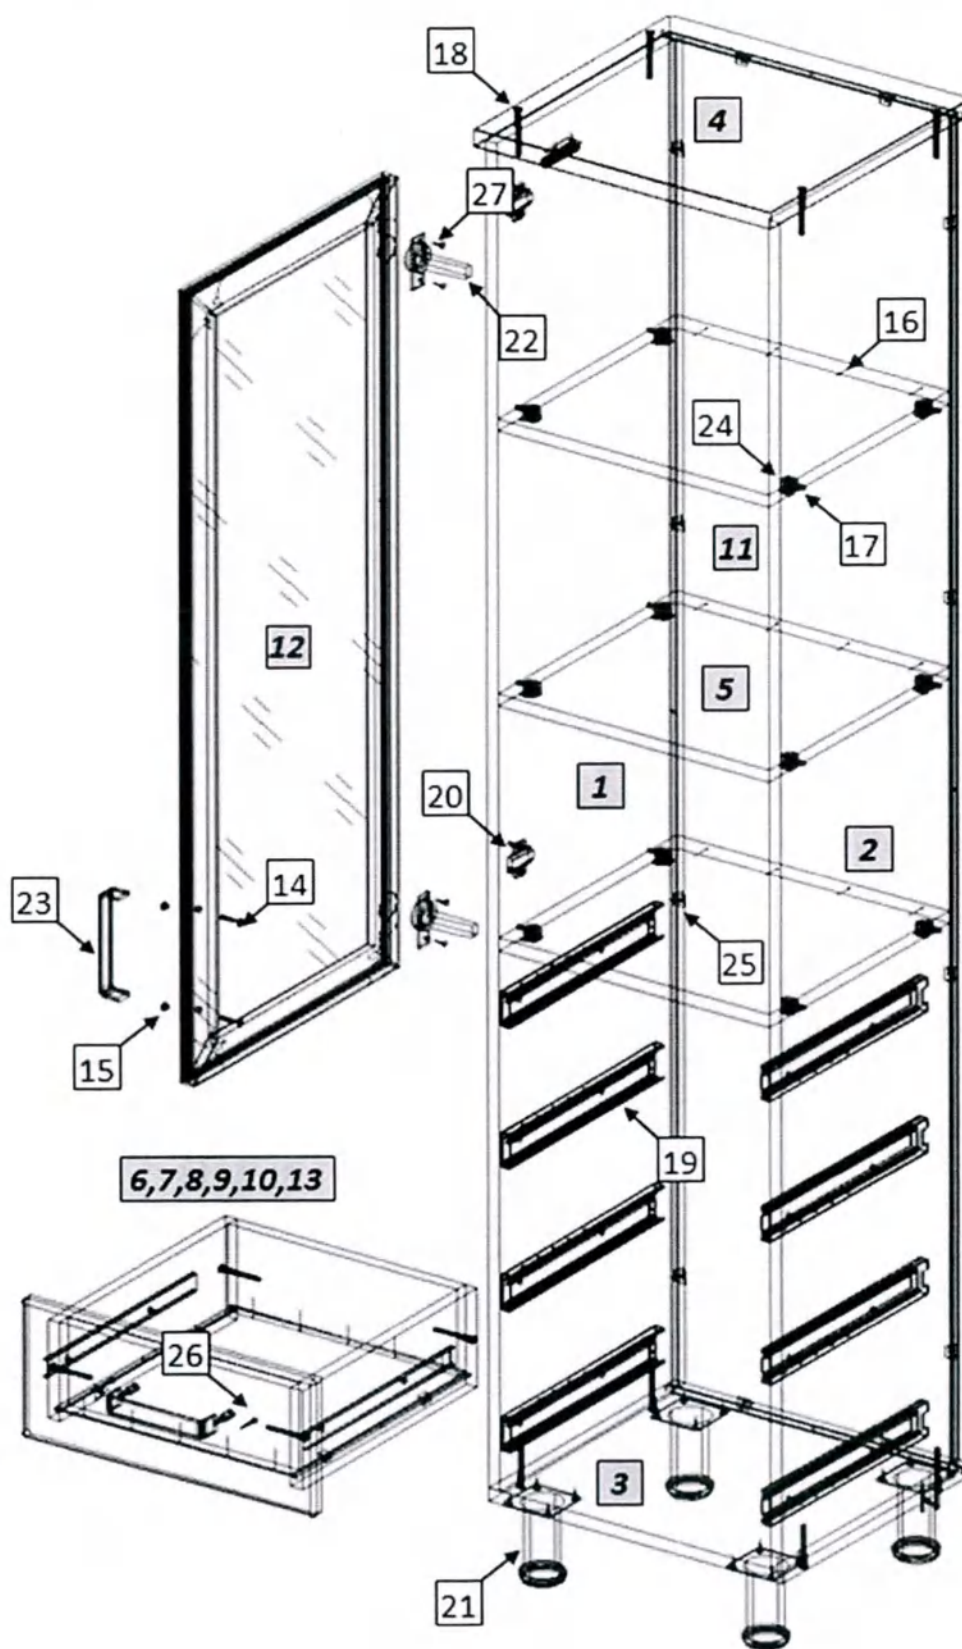

Рис.1
1. Внимательно ознакомьтесь со схемой сборки, изображённой на рис. 1, сверяясь со спецификацией на изделие. Согласно схеме и спецификации определите расположение деталей в изделии и порядок их сборки. Сборка производится на ровном полу, укрытом материалом, предотвращающим повреждение покрытия пола и деталей мебели. Подготовьте необходимые для сборки инструменты – плоскую и крестовую отвёртки, молоток, рулетку или линейку.
2. На боковых стенках (1,2) установите ввинчиваемые дюбели эксцентриковых стяжек (21); установите монтажные планки петель (24). На боковых стенках (1,2) шурупами 4×16 (31) закрепите направляющие (23). На горизонтальных стенках (5) установите эксцентриковые стяжки (28). Евровинтами (22) соедините боковые стенки (1,2) с горизонтальной нижней стенкой (3) и крышкой (4), боковые стенки антресоли (14,15) с горизонтальной нижней стенкой (16) и крышкой (17), предварительно установив в пазы задние стенки (11,18). Закрепите заднюю стенку в пазах уголками (29). Установите и закрепите горизонтальные стенки (5), гвоздями (20) зафиксируйте к ним заднюю стенку, на горизонтальной нижней стенке (3) шурупами (30) закрепите опоры (25).
3. На дверях (19,12) установите петли (26) и ручку (27). Закрепите дверь к боковой стенке шкафа. При необходимости отрегулируйте положение двери винтами петель.
4. Сборка ящиков. Евровинтами (22) соедините боковые стенки ящика (6,7) с задней (8) и передней (9) стенками. Дно ящика (10) установите в пазы и закрепите к задней и передней стенкам гвоздями (20), к боковой стенке – уголками (29). Шурупами 4×16 (31) закрепите узкие части направляющих (23). Шурупами 3.5×30 (30) закрепите фасад (13) к передней стенке ящика (9). Установите ручку (27). Установите собранные ящики в корпус шкафа.